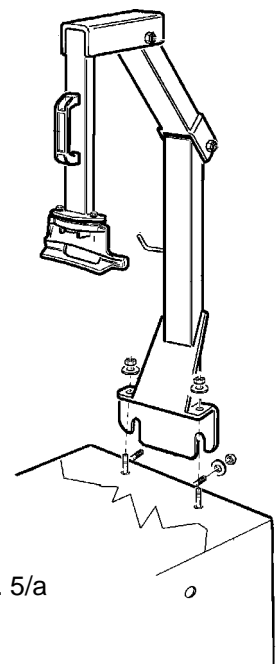

Fig. 5/a - Abb. 5/a
- Svitare i quattro dadi e le rondelle dalle viti di sostegno del palo che fuoriescono dalla carcassa (Fig. 5/a)
- Posizionare il palo verticale nell'apposita sede e riavvitare i dadi come indicato (Fig. 5/a).
- Dévisser les 4 écrous et les rondelles des vis de fixation de support du bras, qui sortent du bâti (fig. 5/a)
- Positionner le bras vertical dans le siège correspondant et visser les vis de nouveau comme indiqué (Fig. 5/a).
- Die 4 Mutter und die Beilagscheiben von den aus Rahmen vorstehenden Armstützschrauben abschrauben.(siehe Abb. 5/a)
- Den senkrechten Arm in den dazu bestimmten Sitz stellen und die Mutter wiederschrauben (siehe Abb. 5/a).